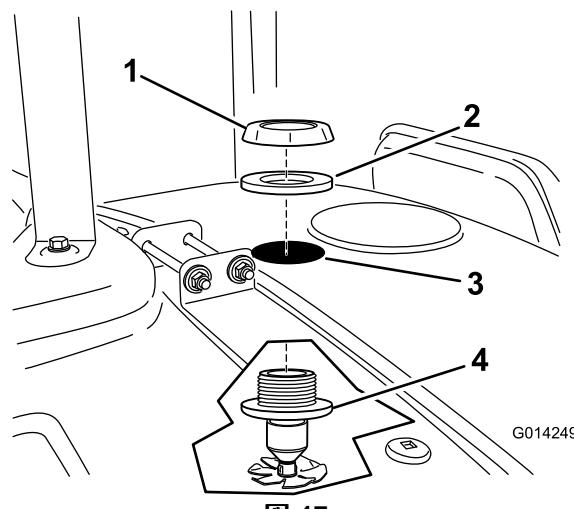

図 17
6. 先ほどあけた穴の下から上へ、ノズルアセンブリを通す図 17。
7. タンク上部のバルクヘッドのねじ山に、ガスケットと、プラスチック製フランジナットを取り付ける図 17。タンク表面とプラスチック製ナットの間が完全にシールされていることを確認する。